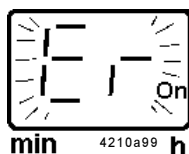

Fig. 22 – Affichage d'un dérangement
- Si le cycle de lubrification n'est pas terminé dans un délai de 15 minutes, le défaut "Er" est affiché par clignotement sur l'afficheur du clavier à membranes (voir Fig. 22).